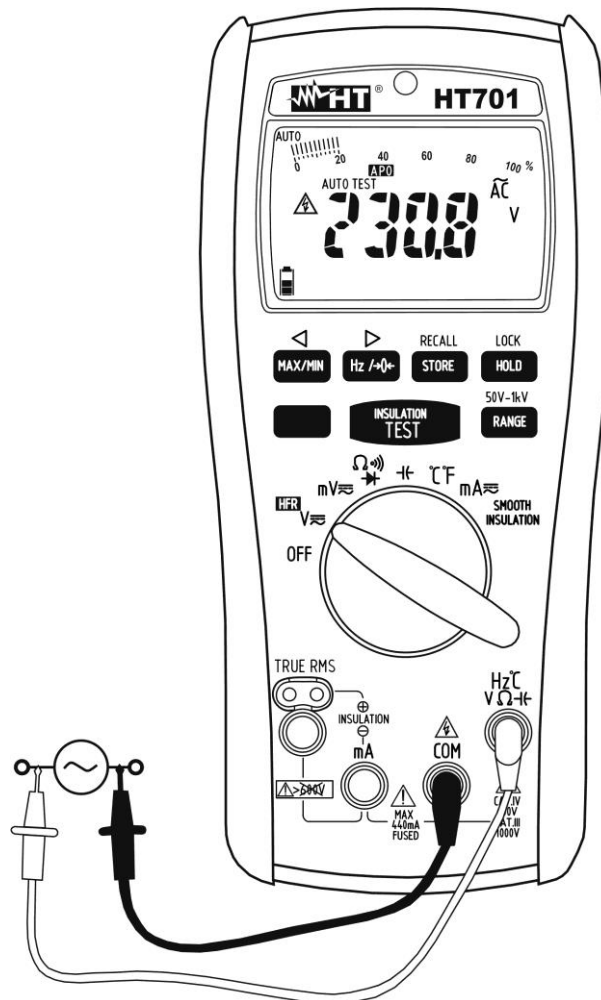

Fig. 3: Uso do instrumento para medir Tensões CA
4. Inserir o cabo vermelho no terminal de entrada **Hz C V Ω Hz** e o cabo preto no terminal de entrada **COM** (consultar a Fig. 3)